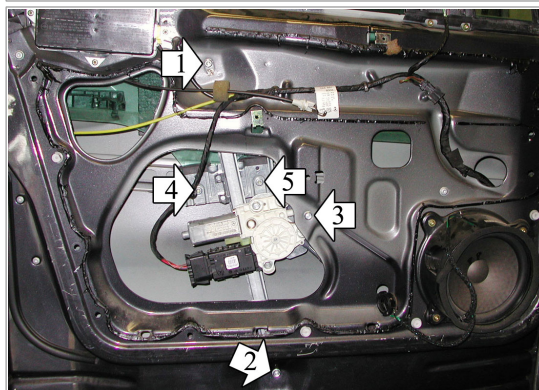

FIG. 1
- H) ACHTUNG! Der Mechanismus ist austauschbar mit O.E. A1687201946 und A1687202046, auf dem montiert sind ausschließlich die Motoren ref. O.E. A1688203742 - A1688203842 - A1688204542 - A1688203042. Die Motoren sind erkennbar durch Plastikabdeckung in weißer Farbe (Abb. 1).
- H) **ATTENZIONE!** Questo meccanismo è intercambiabile con originale A1687201946 e A1687202046, su cui vanno montati esclusivamente i motori originali A1688203742 - A1688203842 - A1688204542 - A1688203042. I motori sono a vista riconoscibili dal carter in plastica di colore bianco (fig. 1).